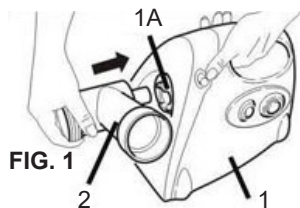

FIG. 1
Poziționați pâlnia de alimentare (2) în mufa adecvată (1A) din unitatea de bază a motorului (fig.1). Apăsăți butonul de blocare/eliberare (17), rotiți în același timp pâlnia de alimentare în sens antiorar pentru a-l bloca în această poziție.